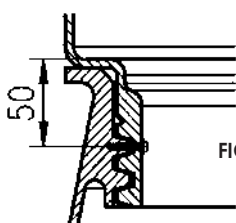

FIG. 14
- Après avoir vissé l'extension, il est recommandé de l'empêcher de se desserrer à l'aide des vis fournies. Pour cela, percer un trou Ø 3 mm dans la zone de filetage inférieure du filetage de l'extension et du réservoir, puis visser (Voir FIG. 14 ci-dessous).